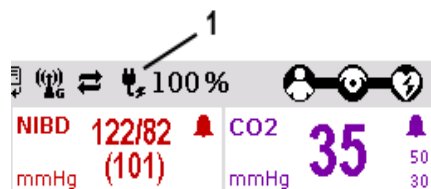

Bild 3-21 Anzeige des aktuellen Akkuladestands im Netzbetrieb
- Ladestands-anzeige** Der aktuelle Ladezustand der Akkus wird in der Statuszeile der Monitoreinheit angezeigt (Bild 3-21).